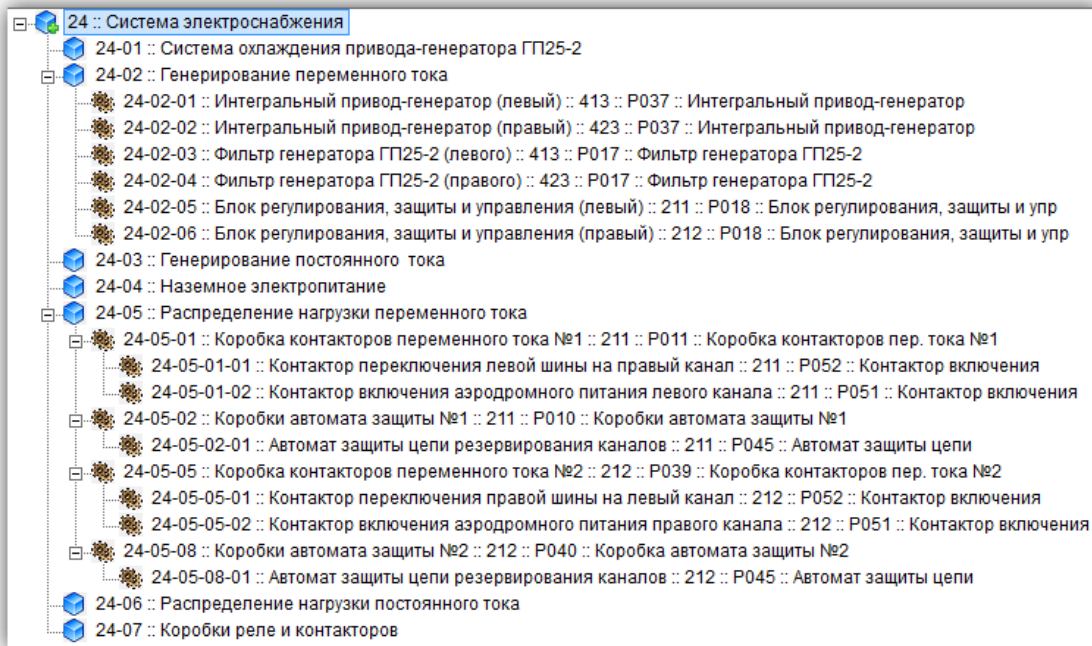

Рис. 10-96 – ЛСИ-структура системы электроснабжения в LSS Suite
4) В результате будет последовательно выполнен импорт всех систем, которые были экспортированы в эту папку из LSS Suite (рис. 10-96). Импортированные системы размещаются непосредственно в папке рабочего окна «Логистическая структура». ФИ, в состав которого входили эти системы в LSS Suite, не создается.